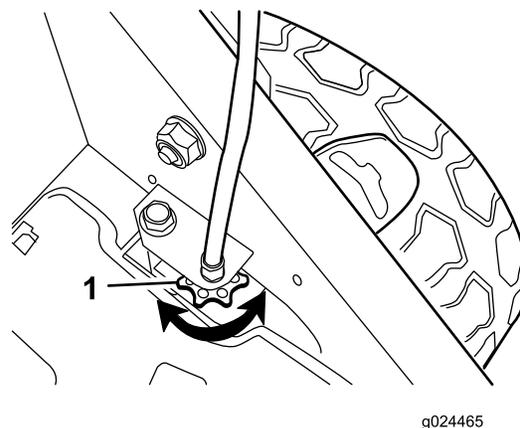

Figura 21
- Si las ruedas no giran al apretar la barra de autopropulsión, la correa de transmisión está demasiado floja. Gire el mando de control de la transmisión de las ruedas (Figura 21) una vuelta en sentido horario y repita los pasos 4 a 6.
- Si las ruedas giran antes de apretar del todo la barra de autopropulsión, la correa de transmisión está demasiado apretada. Gire el mando de control de la transmisión de las ruedas (Figura 21) una vuelta en sentido antihorario y repita los pasos 4 a 6.